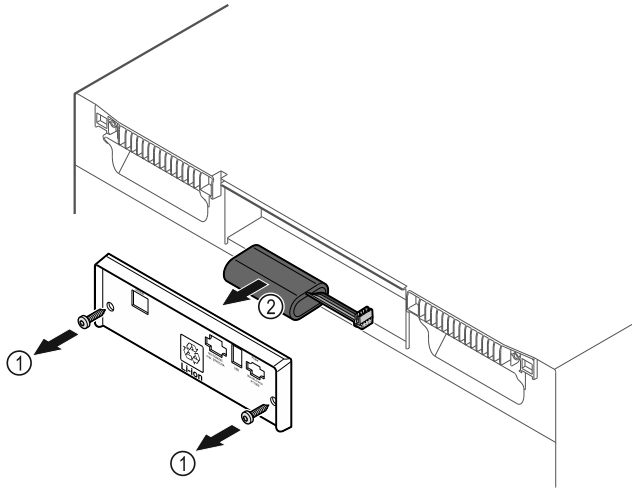

Fig. 202
- ▶ Schrauben herausdrehen und Abdeckung auf der Rückseite des Gerätes entfernen Fig. 202 (1).
- ▶ Batterie abstecken und herausnehmen Fig. 202 (2).